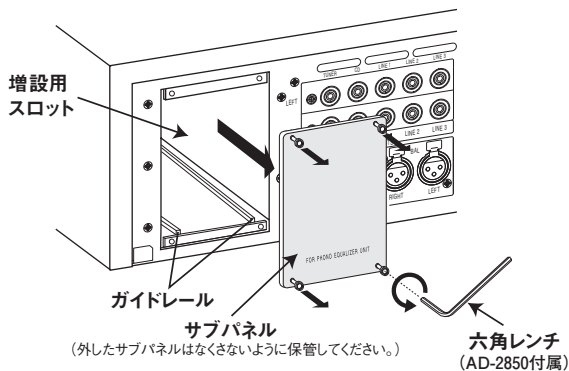

図1
- リアパネル側の増設用スロットのサブパネルをはずします。ネジ(4本)は、付属の六角レンチを使用(時計回り)してはずします。(図1参照)はずしたサブパネルは使用しません。